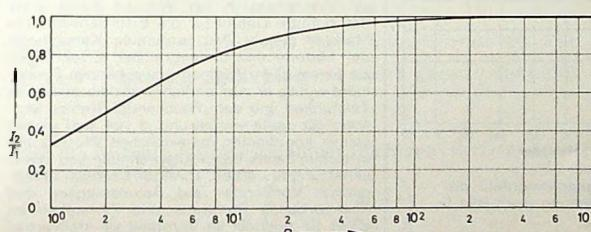

Bild 3. Verhältnis von Ausgangsstrom  $I_2$  zum Eingangsstrom  $I_1$ , bei der Schaltung nach Bild 1 in Abhängigkeit von der Stromverstärkung  $B$
Dieser Zusammenhang ist im Bild 3 als Funktion der Stromverstärkung  $B$  grafisch dargestellt. Auch die relative Abweichung von  $I_2$ , bezogen auf  $I_1$ , läßt sich aus Gl. (5) und Gl. (5a) einfach bestimmen